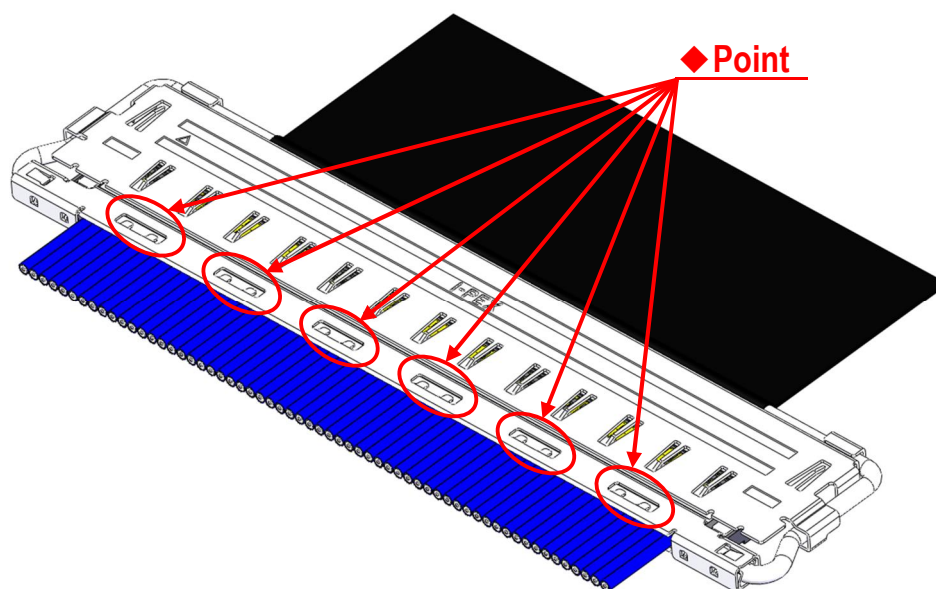

Fig.9 Soldering of Shell-A and Ground Bar
- ④ Shell A,B と ground bar を半田コテにて全箇所半田付けすることを推奨する。 (Fig.9,10◆部)